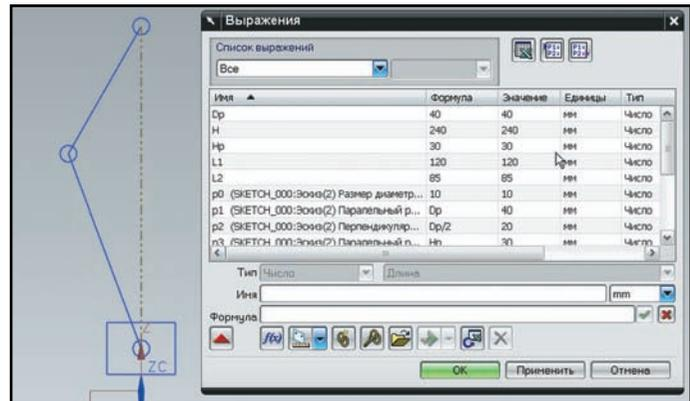

Рисунок 4.40. Управляющая схема изделия
- Откройте в NX файл `base.prt` из папки `ch4/TopDown`. Файл содержит 2D схему механизма с определенными геометрическими параметрами, которые вынесены в выражения модели (рис. 4.40).